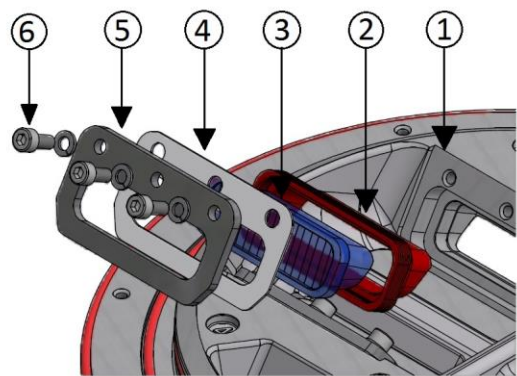

Figura 25- Junta del Prisma
- junta del prisma montada entre el prisma y la tapa (Figura 25 - n°2).